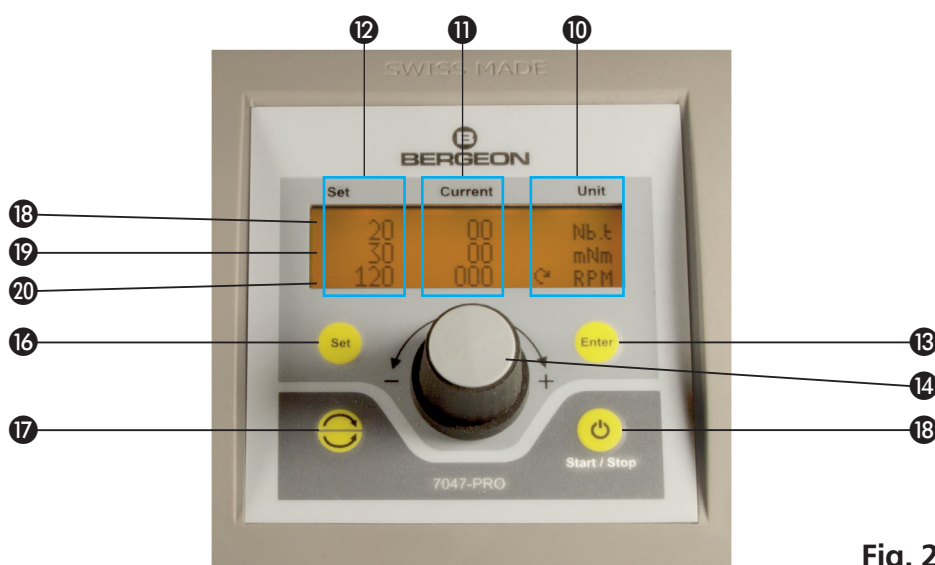

Fig. 2
Enclenché, l'affichage indique les dernières valeurs programmées dans la colonne ⑫. **(Fig. 2)**
- II L'utilisateur a la possibilité de programmer des valeurs pour le nombre de tours ⑮, le couple maxi. (arrêt du remontage si dépassé) ⑰, et la vitesse de rotation ⑳.
- II.I Presser la touche SET ⑯ une flèche apparait devant la ligne ⑮.
- III Poser la montre ou le mouvement sur la table support ② puis déplacer la table vers la droite pour positionner la couronne contre l'embout entraîneur ①.
Appuyer sur le bouton START/STOP ⑮ pour lancer le remontage avec les paramètres programmés. **(Fig. 2)**